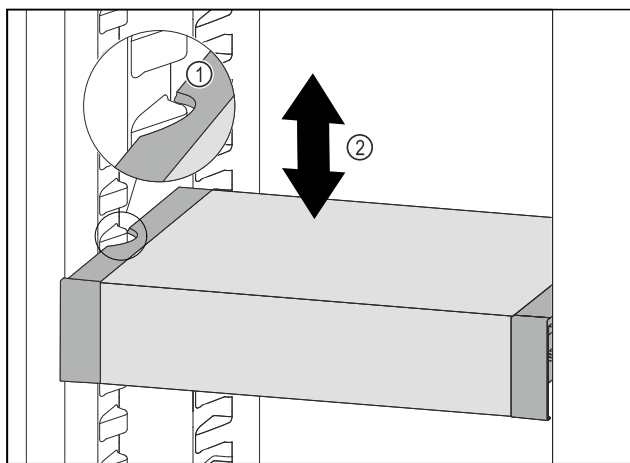

Fig. 139
- Táhněte VarioSafe dopředu, dokud nebudou boční vybrání VarioSafe na úrovni žebrování na nádoby v chladničce. Fig. 139 (1)
- Posouvejte VarioSafe v chladničce nahoru nebo dolů, dokud nedosáhnete požadované výšky. Fig. 139 (2)